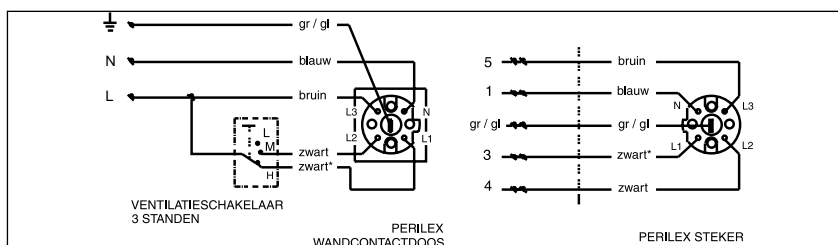

Fig. 4 Aansluiting perilex wandcontactdoos
- Sluit de perilex wandcontactdoos aan volgens het juiste schema (fig. 4 en fig.7)